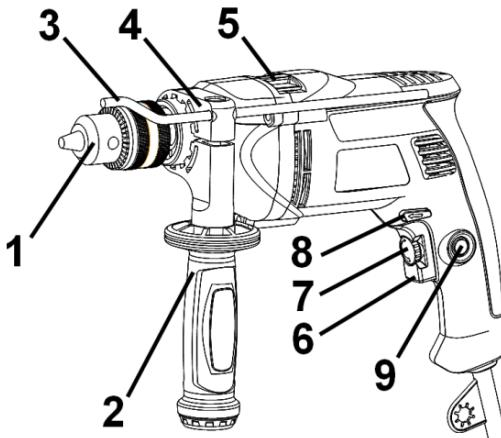

Рисунок 1
Виріб має два режими свердління: ударно-обертальний і обертальний. Перемикання режимів роботи виробу здійснюється переведенням перемикача (5) (див. рис.1) У крайні позиції до відповідного символу режиму роботи:
- ударно-обертальний режим - перемикач (5) повинен бути переведеним до упору у бік
**4.2** Виберіть необхідний режим роботи виробу за допомогою перемикача (5) (див. рисунок 1). Перемикання режимів роботи виробу здійснюється переведенням перемикача (5) (див. рис.1) з одного крайнього положення в інше в бік відповідного символу режиму роботи:
- ударно-обертальний режим - перемикач (5) повинен бути переведеним до упору у бік символу ;
- обертальний режим - перемикач (5) повинен бути переведеним до упору у бік символу .